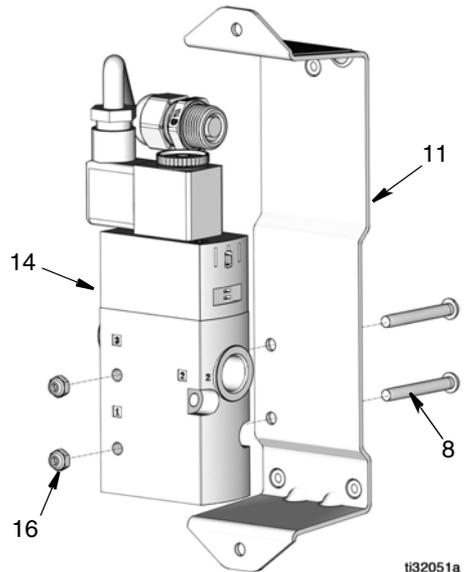

FIG. 3
4. Rimuovere le due viti (8) e i dadi (16) che fissano la valvola a solenoide (14) alla staffa (11), quindi rimuovere la valvola a solenoide dalla staffa (FIG. 3).